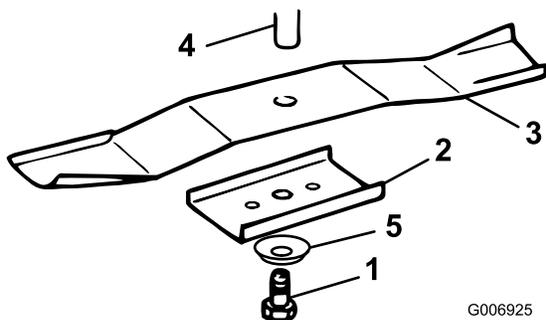

Figura 34
- Togliete il bullone (chiave 5/8 pollice), rondella curva, ancoraggio e lama (Figura 34). In sede di rimozione del bullone, per bloccare la lama inserite un blocco di legno tra la lama e il tosaerba.
- Montate le lame, i fermi, le rondelle curve (lato concavo verso la lama) ed i bulloni delle lame (Figura 34).